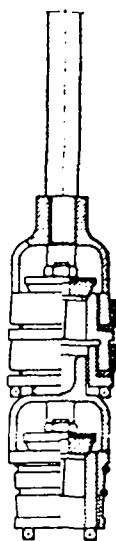

Fig. 8
- 5) La soupape d'aspiration se démonte facilement : en y vissant le piston (voir fig. 8).
- 5) Suction valve easily disassembled when screwed on the piston end (fig. 8).